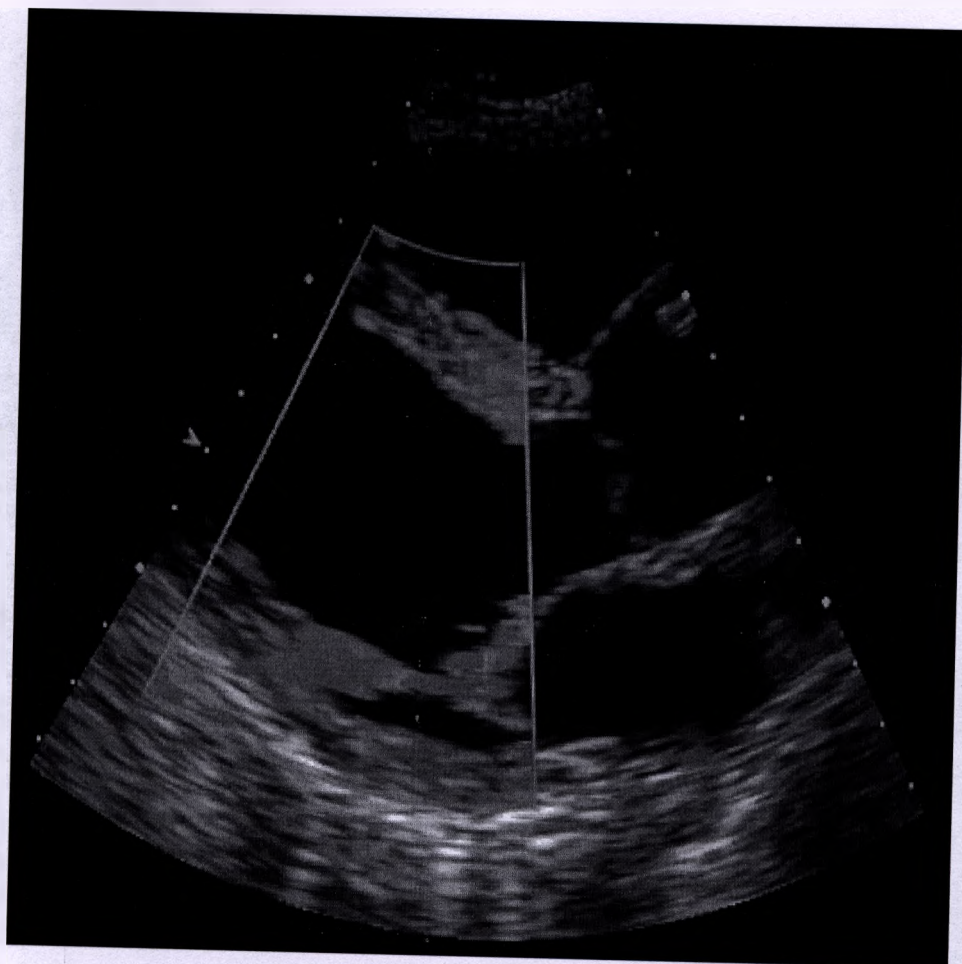

Рисунок 2.18 - ЦДК движения тканей
2.4.20. ЦДК движения тканей используется для исследования функции миокарда. Особенность этого метода состоит в том, что если при ЦДК скорости кровотока исключаются сигналы от стенок сосудов, то при доплеровской визуализации тканей наоборот исключается информация о кровотоке, и представляется только информация о движении тканей (см. рисунок 2.18).